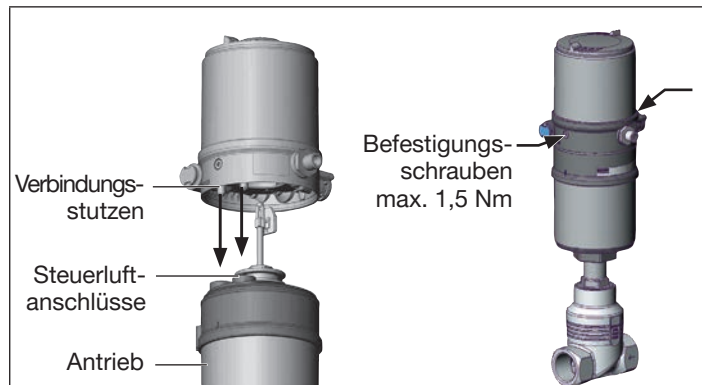

Bild 6: Montage Positioner, Reihe 2103, 2300 und 2301
2. die Verbindungsstutzen des Positioners in die Steuerluftanschlüsse des Antriebs (siehe „Bild 6“) hineinfinden.